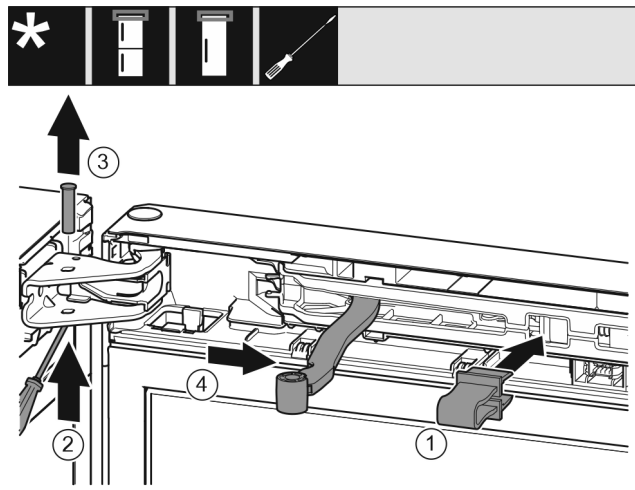

Fig. 11
► Gelenk in Richtung Tür drehen. Fig. 11 (4)
- Sicherung in Öffnung einrasten. Fig. 11 (1)
- Bolzen mit Schraubendreher herauschieben. Fig. 11 (2)
- Bolzen nach oben herausnehmen. Fig. 11 (3)